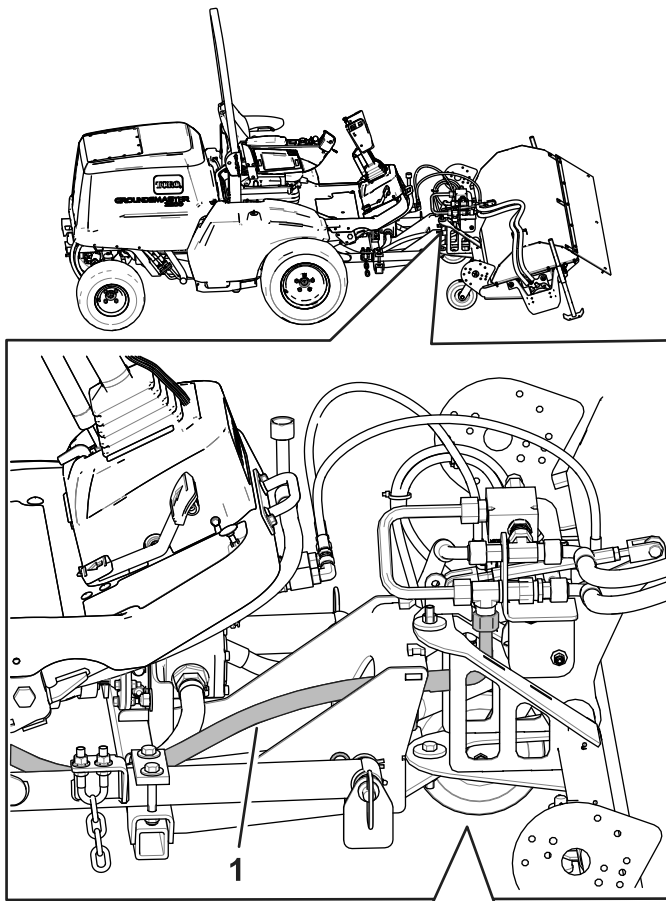

Figure 18
7. Installez le flexible hydraulique latéral sur la brosse (Figure 18).
Remarque: Installez le flexible à l'angle indiqué à la Figure 18.